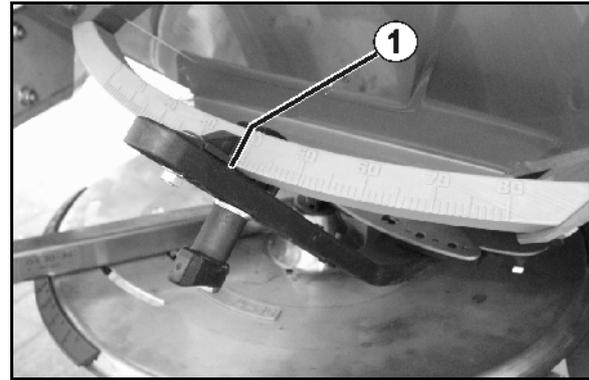

Fig. 42
10.  Aktiver tasten helt til avlesingskanten (Fig. 42/1) for venstre doseringsspjeld viser nødvendig spjeldstilling.